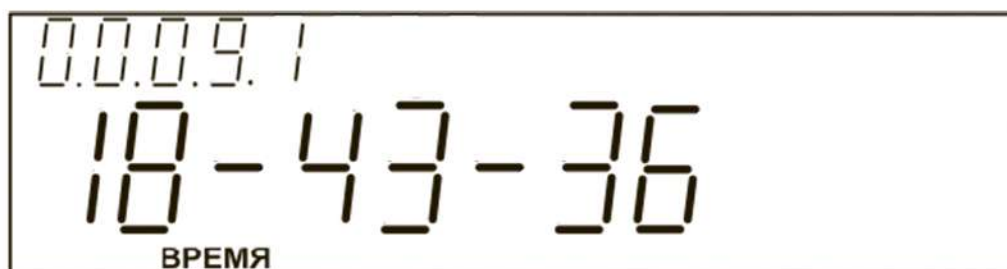

Рис. 6
5.1.2.2 Формат отображения на ЖКИ текущего времени («часы-минуты-секунды») должен соответствовать рис. 6. На рис. 6 приведён пример индикации текущего времени (18 ч 43 мин 36 с).